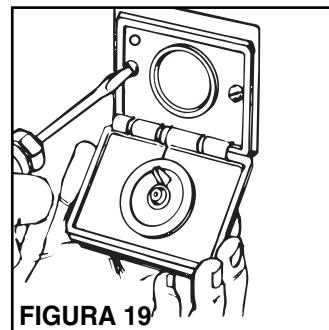

FIGURA 19
- Véase la Figura 19. Posicione el enchufe en la abrazadera de montaje y asegúrelo.